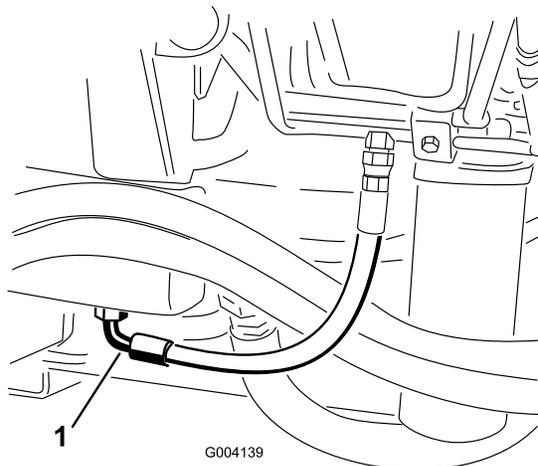

Figura 62
2. Coloque un recipiente grande debajo del acoplamiento situado en la parte inferior del depósito de aceite hidráulico (Figura 62).